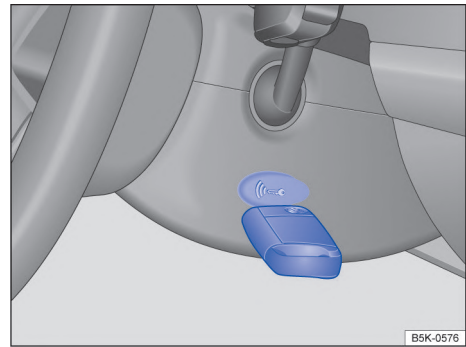

Fig. 89 A la derecha en la columna de dirección: función de arranque de emergencia en vehículos con sistema de bloqueo y de arranque Keyless Access sin llave.
- Mantener la llave del vehículo directamente después de presionar el pulsador de encendido y arranque a la derecha de la columna de dirección → fig. 89.